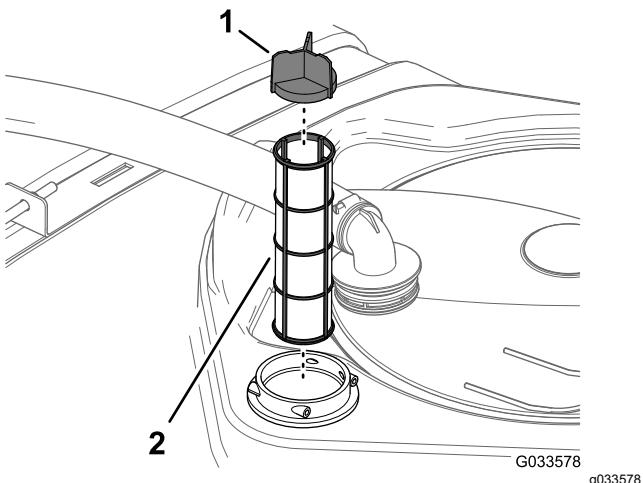

Figure 29
4. Sortez la crêpine d'aspiration du logement du filtre dans le réservoir (Figure 29).